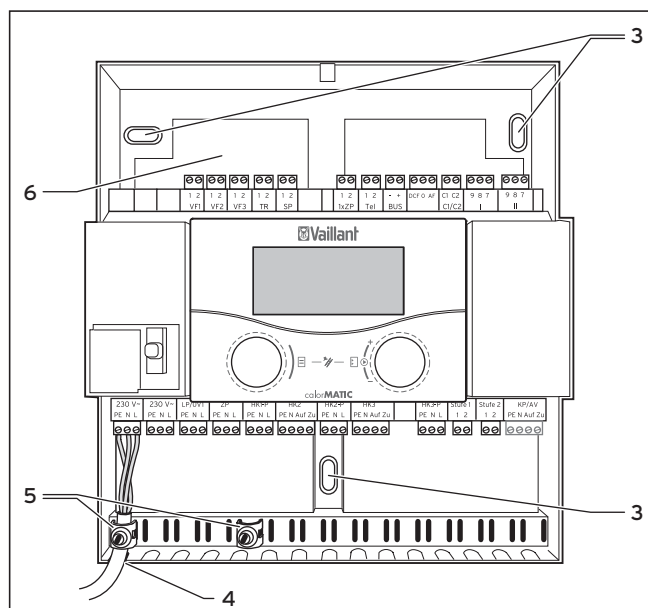
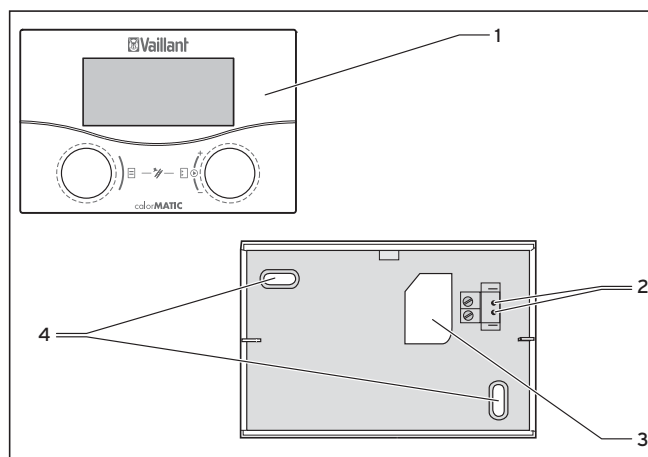

Fig. 4.3 Montage mural
Fig. 4.4 Montage en tant que télécommande
- Pratiquez deux alésages de fixation (3) pour le socle mural VR 55, d'un diamètre de 6 mm (voir fig. 4.4).
- Passez le câble de raccord à travers le passe-câbles (3).
- Raccordez le câble de raccord (→ fig. 4.3).
- Placez l'appareil de régulation sur le socle mural de manière à ce que les ergots situés sur l'arrière de la partie supérieure s'insèrent dans les logements (2).
- Enfoncez le régulateur (1) sur le socle mural jusqu'à ce qu'il s'encliquette.